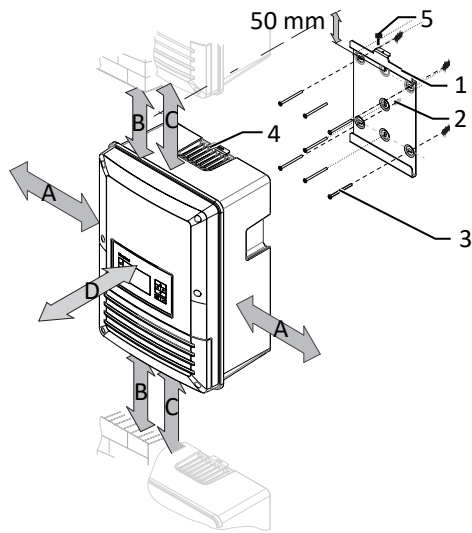

Abb. 7: Mindestabstände für Wandmontage
- 3 Beiliegende Schraube an der Lasche der Halterung einsetzen und Gerät zur Sicherung gegen Ausheben befestigen [X X Z2 (Poqidrive) /  1 Nm] ( [Siehe Abbildung 7] [▶ Seite 44]).